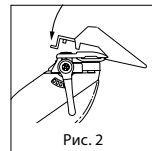

Рис. 2
- Зафиксируйте на машинке направляющую для стрижки: удерживая ее зубчиками вверх, закрепите ее в нижней части стригущей головки (Рис. 2).